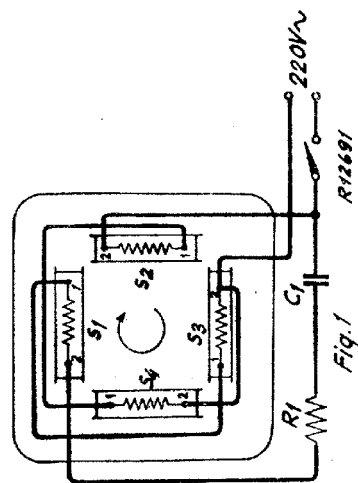

Fig. 1
- Fig. 1 : Principeschema voor 220 V
SCHAKELING (fig. 1, 2 en 3)
De weerstand R1 in fig. 1, R2 in fig. 2 en 3 dienen, om de regelmatige gang van de motor te bevorderen, terwijl de weerstand R3 in fig. 3 dient voor aanpassing van een 110 Volts apparaat op 127 V netspanning.